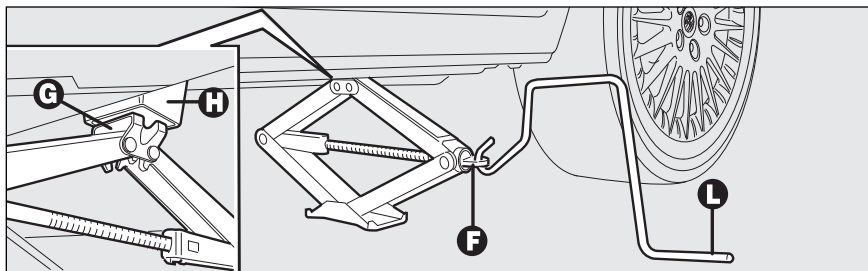

fig. 8
- draai de krik **F-fig. 8** omhoog totdat het bovenste deel van de krik **G** juist in de houder wordt geplaatst **H**;
- plaats de slinger **L-fig. 8** in de krik en krik de auto omhoog, totdat het wiel een paar centimeter los van de grond komt;